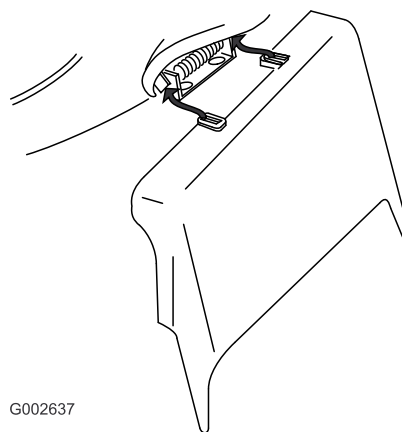

Figure 29
3. Montez l'éjecteur latéral et rabattez le volet sur l'éjecteur (Figure 29).